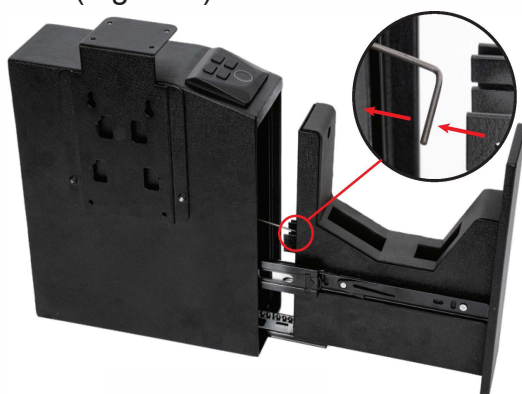

Figura 3
Passo 3: Pressione suavemente o fio de ferro e puxe-o para fora para separar o corpo principal do cofre de armas da estrutura do cofre (Figura 3).